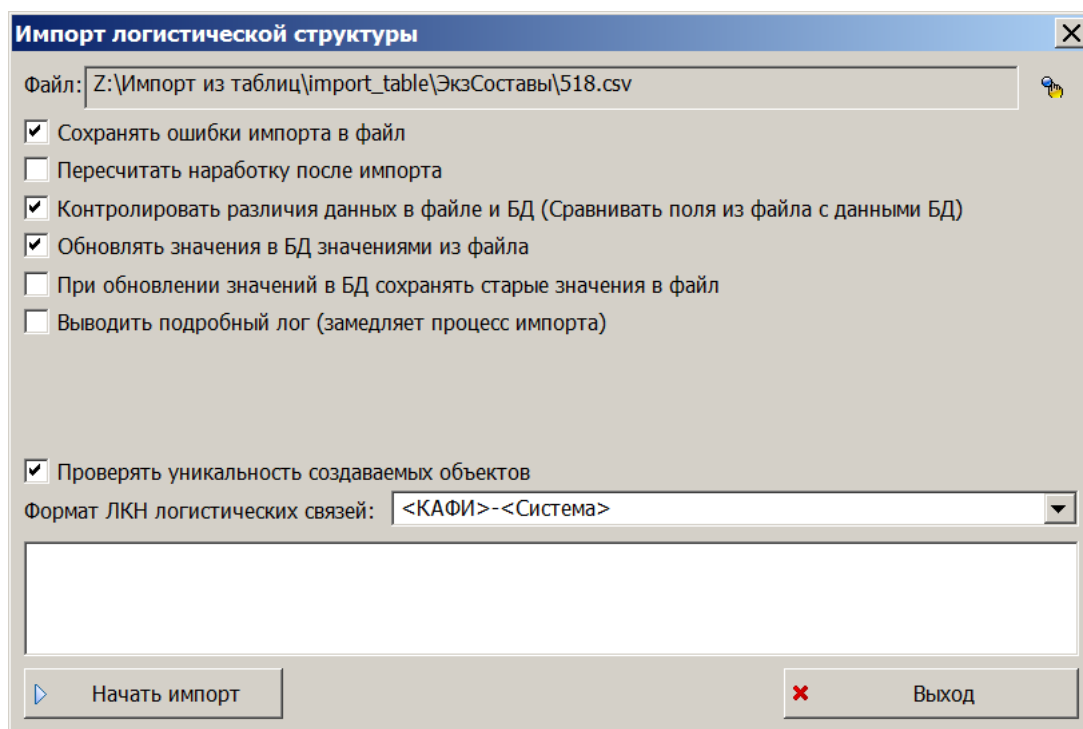

Рис. 30-51 – Диалоговое окно для импорта экземплярного состава ВС
- 4) В диалоговом окне «Импорт логистической структуры» выбрать файл для импорта, нажав кнопку справа от поля «Файл» (рис. 30-51).